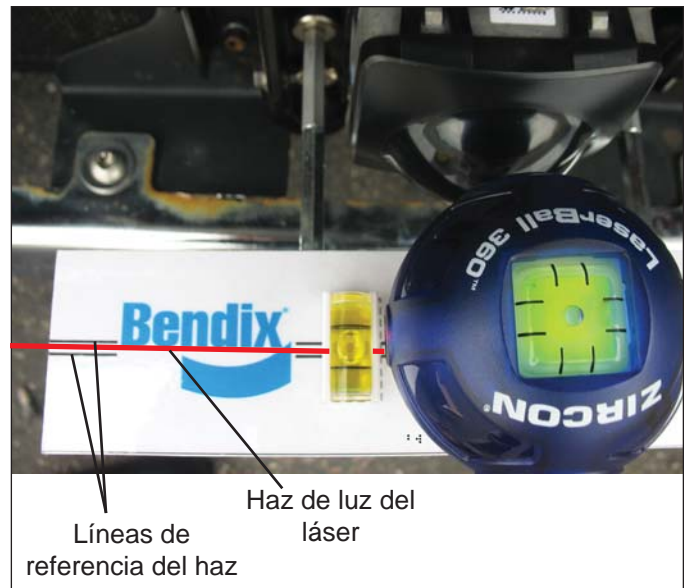

FIGURA 32 – POSICIONAMIENTO DEL NIVEL DE LÁSER
4. Ponga el interruptor en el lado del nivel de láser de alineación lateral en posición y colóquelo en su base, asegurándose que quede a nivel. Alinee el haz de láser entre las líneas de referencia en la herramienta de alineación Bendix hacia la izquierda o derecha. *Consulte la figura 32.*